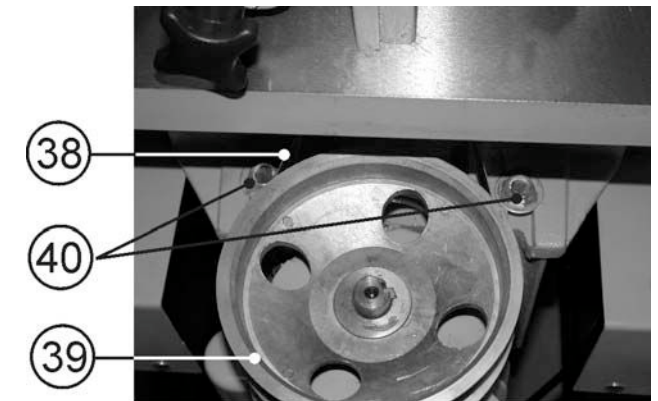

Рис. 12
9.1.4. Для увеличения или уменьшения натяжения ремня (38) необходимо ослабить две гайки (40), и соответственно переметить шкив (39) Рис.12. Положение зафиксировать двумя гайками (40).